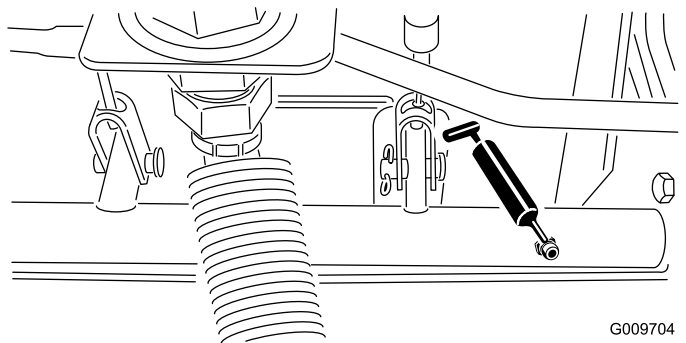

Bild 19
- Bremsstangen-Drehlager (5) (Bild 19)